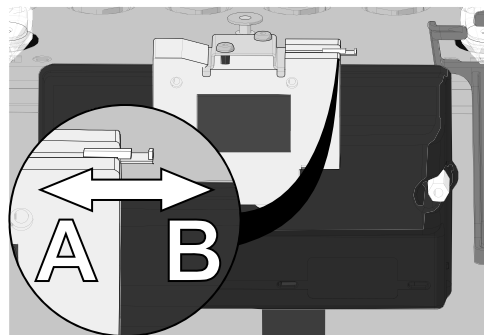

Abbildung 537. Entriegelungsgriff am Hauptschalter.
10. Entriegeln Sie den Hauptschalter, indem Sie den kleinen Griff auf der rechten Seite herausziehen. Ziehen Sie ihn in Richtung B, siehe Abb. 537.
12. Ziehen Sie den kleinen Griff auf der rechten Seite des neuen Hauptschalters heraus und positionieren Sie ihn auf dem Halter. Befestigen Sie ihn in der korrekten Position, indem Sie den kleinen Griff in Richtung A ziehen, siehe Abb. 537.